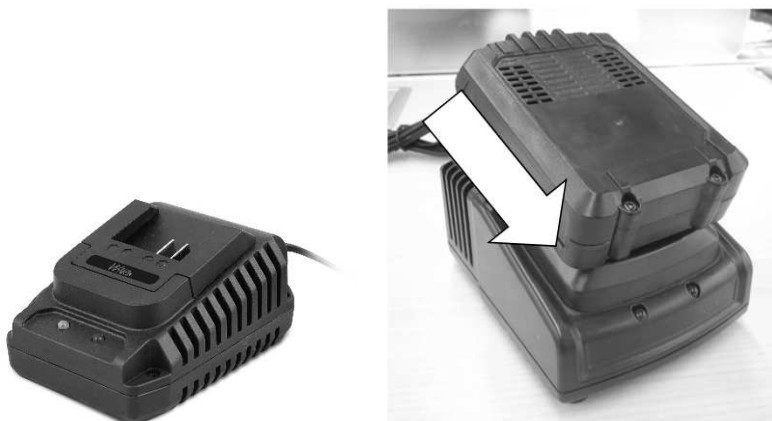

Figure.9
**Charger la batterie rechargeable par le chargeur, connectez le chargeur au port de charge de la batterie (Figure.9)**